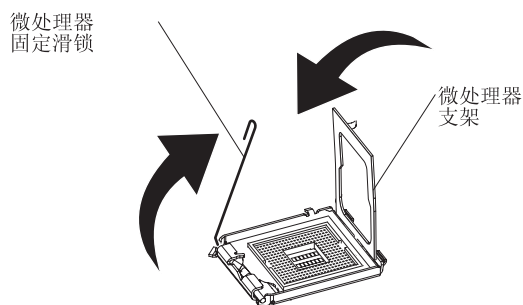

图 58. 微处理器支架
3. 合上微处理器支架；然后合上微处理器固定滑锁将它牢牢锁定到位（请参阅图 58）。